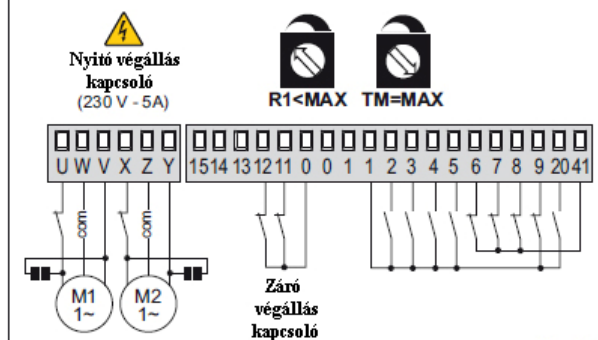

Fig. 5.3
- (Fig. 5.3) Az ajtószárnyak nekimennek a végállás kapcsolóknak, és akadály érzékeléskor ellenirányú mozgás jön létre.